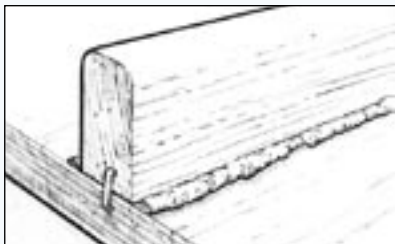

Рис.11. Зажмите компоненты до того, как эпоксидный материал застынет до консистенции геля.
3. Зажимы. Для того, чтобы удерживать компоненты на месте, используйте зажимы. При зажимании деталей зажимное усилие должно быть достаточным для того, чтобы выдавить небольшое количество материала из пазов; это означает, что эпоксидный материал находится в соответствующем контакте с обеими поверхностями (*Рисунок 11*). Не прикладывайте чрезмерное зажимное усилие, при котором из пазов выйдет весь материал.